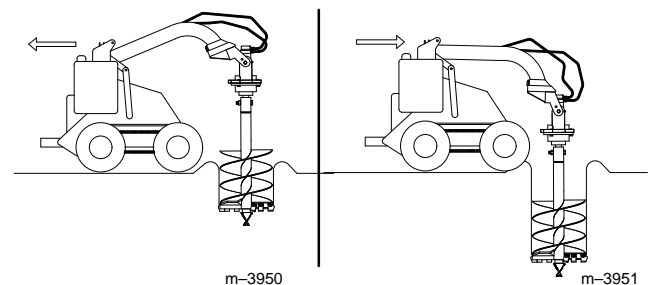

Abbildung 9
4. Den Bohrer allmählich herunterlassen, während der Boden aufgelockert wird. Beim Bohren die Zugmaschine nach Bedarf vor- oder zurückbewegen, damit die Bohrung senkrecht wird (Abb. 9).